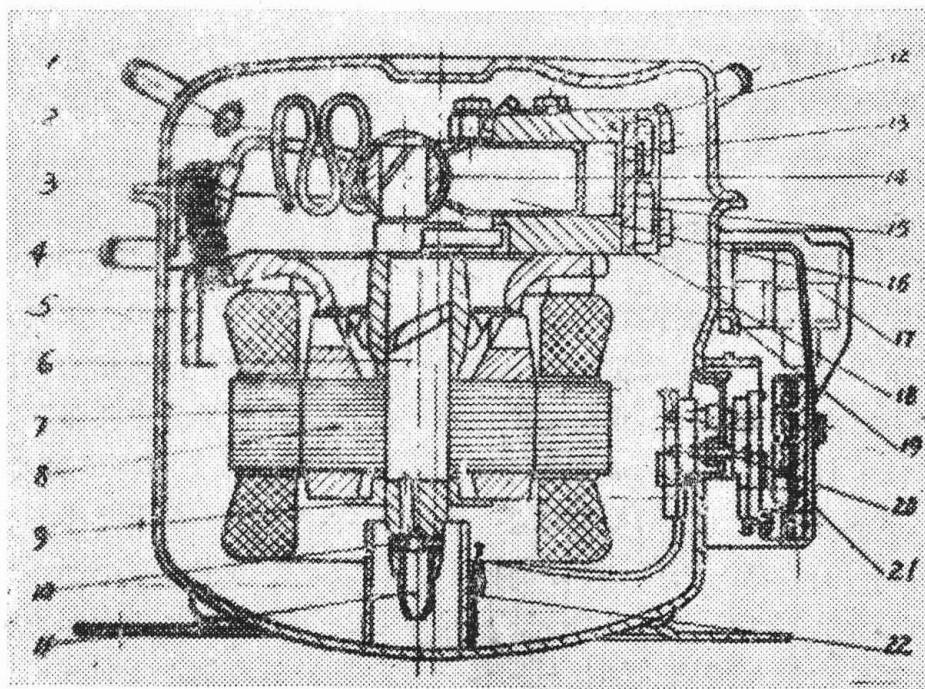

图7. Pee—Wee滑管式压缩机结构图
3.滑管式压缩机——图7是目前比较多见的用两极电机驱动的Pee—Wee型滑管式压缩机，这种压缩机是由丹麦的丹福斯公司(Danfoss)于1953年试制成功，于1956年进行小批生产。这种压缩机没有连杆，其活塞也不同于一般活塞，它是在活塞后端垂直方向上，焊接一个圆形带长孔的短管(即导管)以备安装曲柄销端的圆柱形滑块。当曲柄轴作旋转运动时，带动滑块在活塞后端的导管内左右滑动，从而带动活塞在汽缸内作往复运动。曲柄轴具有一个轴承支点，曲柄轴组装成竖立式，润滑系统大多采用离心泵加粘性泵。离心泵是依靠轴在高速旋转时偏心产生的离心力上油。粘性泵则依靠轴旋转时油顺着开在轴上的螺旋槽上升润滑。